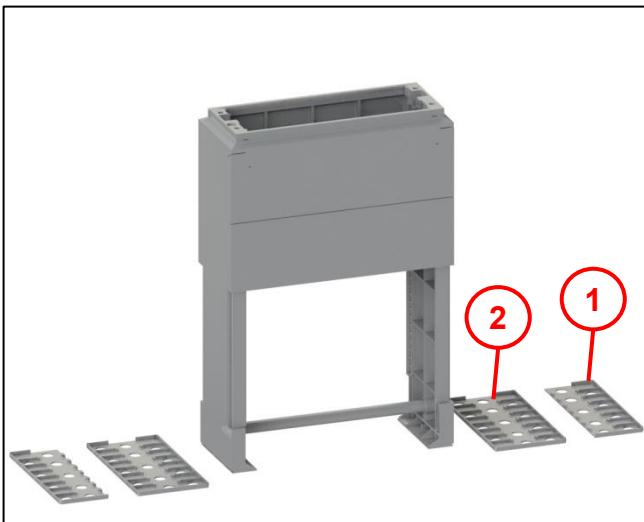

Abb. 11
- Seitenteile (2) positionieren.
- Bei Typ F den Sockel in die Führungsnuß der Fußplatten (4) einschieben.
- Bei Typ L sind die Fußplatten optional (siehe Abb. 11).
- Kabelhalteschiene (1) und Fußstützrohr (3) in die Aussparungen einsetzen.